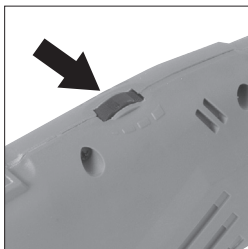

Fig. 10
- Le cadran de commande de vitesse **(Fig. 10)** est situé à l'avant de l'interrupteur « MARCHE/ARRÊT ». Faites tourner ce cadran de commande pour changer la vitesse du moteur.